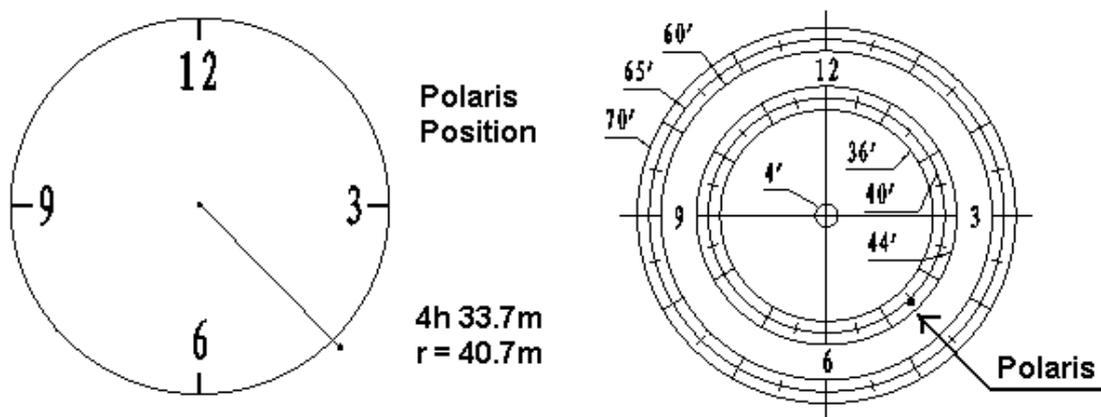

图 11
- 按控制手柄“MENU”键, 选择“Align”并确认, 再选择“Pole Star Position”并确认可见北极星位置示意图和位置参数, 见(图 11);